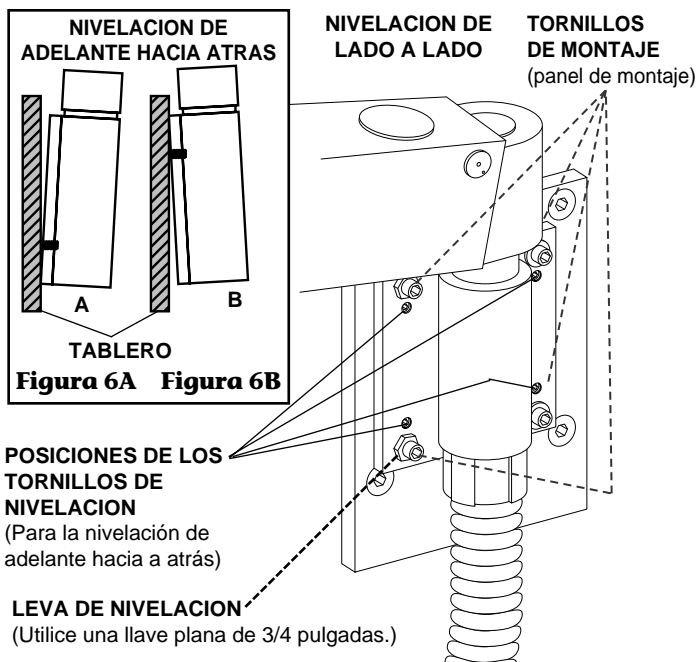

Figura 6. Nivelación del montaje en pared
La unidad viene provista con dos tornillos de ajuste de nivelación. Estos pueden estar en la parte superior o inferior de los orificios de los tornillos de nivelación (véase la figura 6).
3. Utilizando una llave plana de 3/4 pulgadas, gire suavemente la leva (véase la figura 6) hasta que la unidad esté nivelada.